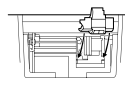

Fig. 3
- Installare il nuovo rullo nella posizione corretta. Accertarsi che sia inserito completamente (Fig. 3)